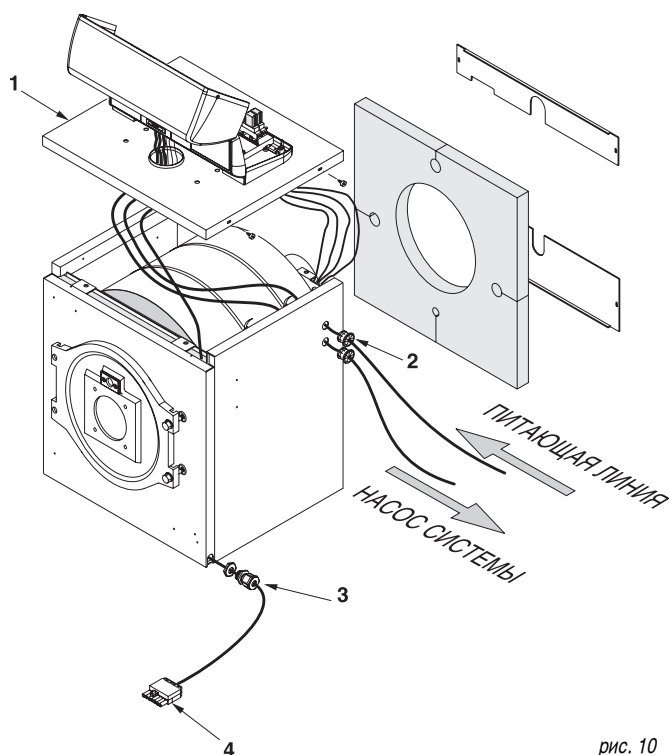

рис. 10
- Пропустите через уплотнитель для проводов (рис. 10, поз. 2) с задней стороны боковин котла, с любой удобной стороны, кабеля для подключения электропитания, насоса, комнатных термостатов, и т.п., и выведите их на высоту расположения электрической панели.
- Вставьте кабель горелки в одно из двух отверстий, находящихся в боковых частях передней панели и зафиксируйте их при помощи зажима (рис. 10, поз. 3).
- Подсоединить штекер горелки (рис. 10, поз. 4) (N.B. для подсоединения проводов, (кабель горелки, питающего кабеля, или кабеля подключения насоса, смотрите схему электрических подключений на стр. 20).